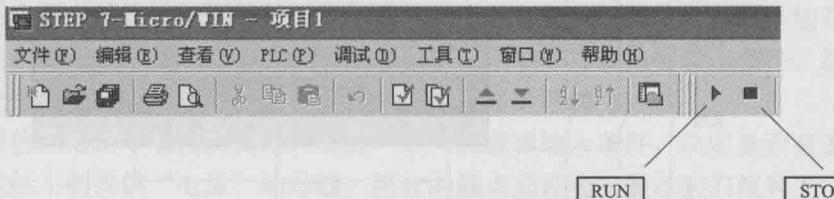

图 1-11 切换程序运行或停止模式
2) 将 PLC 模式选择开关置于 TERM 或 RUN 位置, 通过如图 1-11 所示编程软件界面快捷按钮切换 PLC 的工作模式。